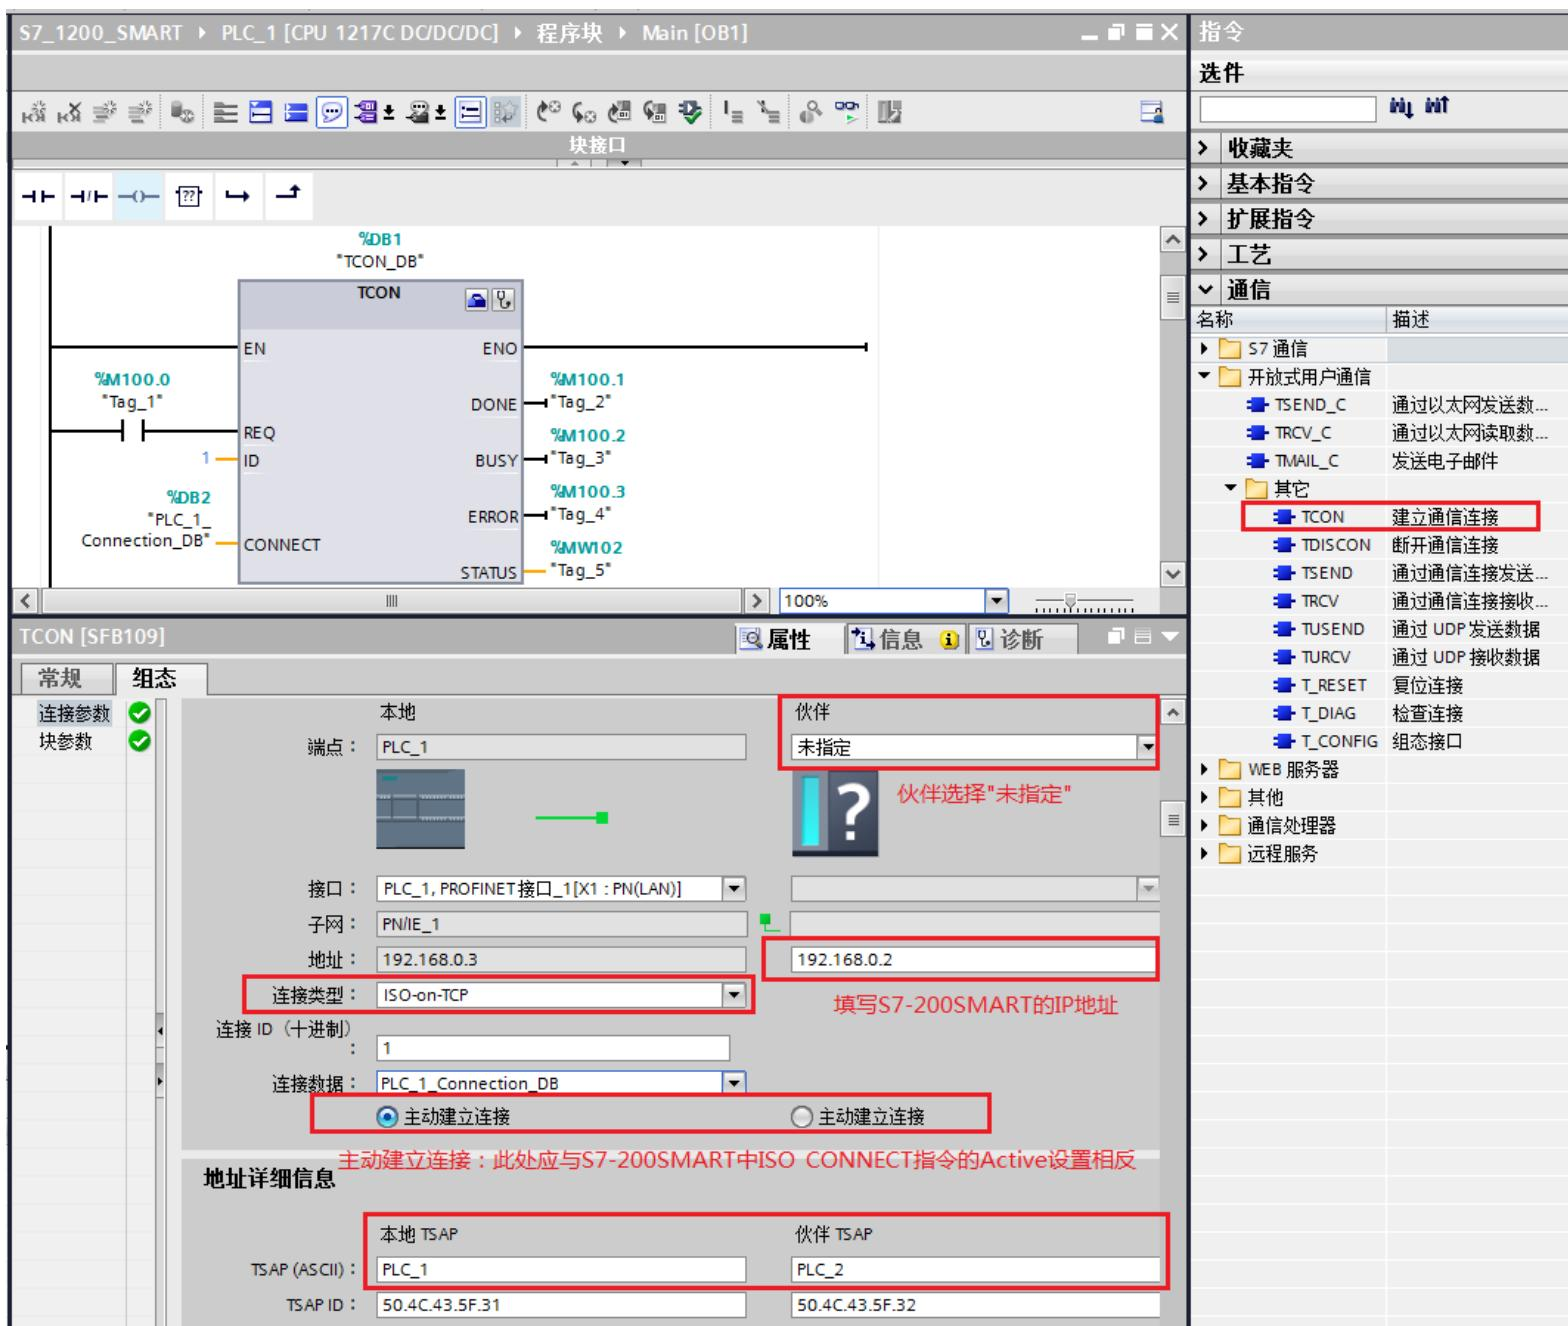

图3. 调用"TCOM"指令并配置连接参数
2. 在S7-1200 中调用建立连接指令, 进入 "项目树" > "PLC\_1" > "程序块" > "OB1" 主程序中, 从右侧窗口 "指令" > "通信" > "开放式用户通信" 下调用 "TCON" 指令, 配置连接参数, 如图3. 所示。